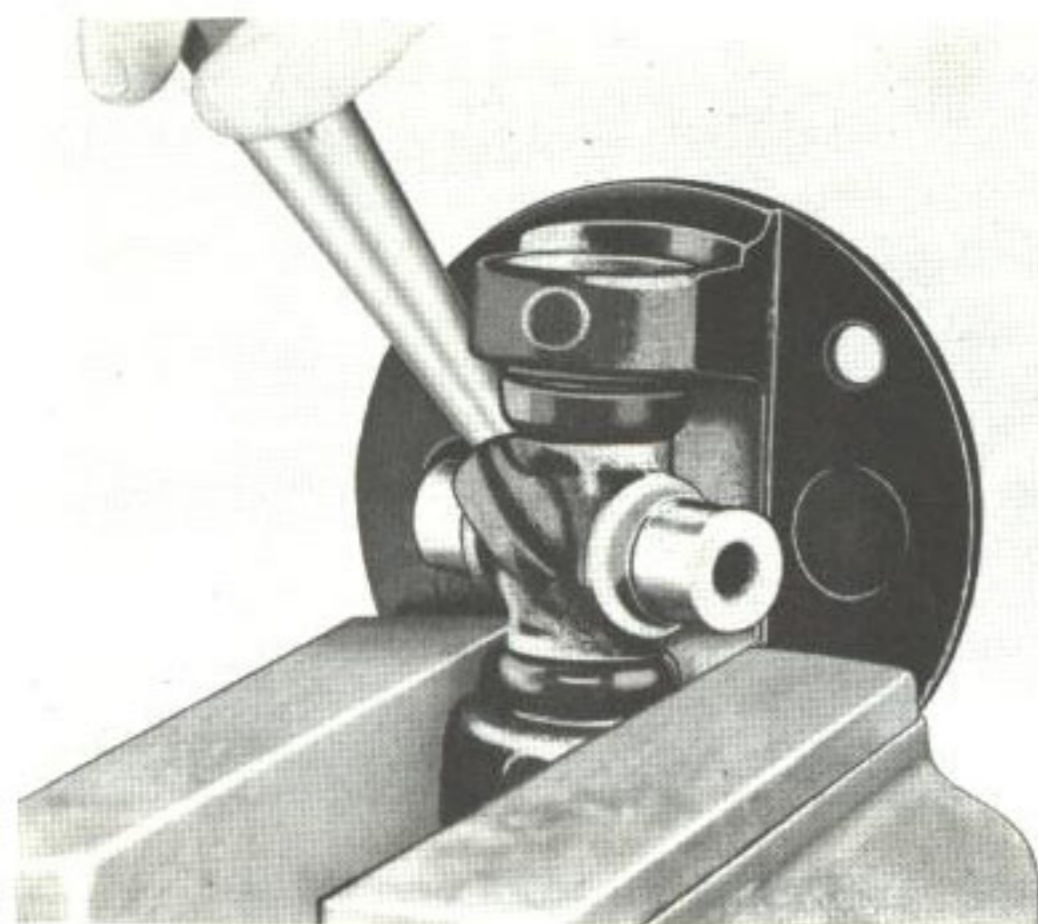

Bild 13. Utdrivning av lagerhållare III
6. Spänn fast fläns-gaffeln (eller gaffeltappen) i skruvstycket med backarna över gaffelns ena klo (bild 13). Driv ut lagerhållarna på samma sätt som tidigare (punkt 3).